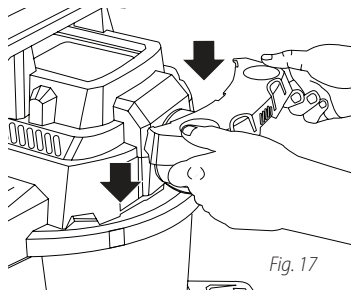

Fig. 17
41. Prenez le porte-outils **18** et faites-le glisser sur les fentes situées à l'arrière de la cuve. **Fig. 17**.